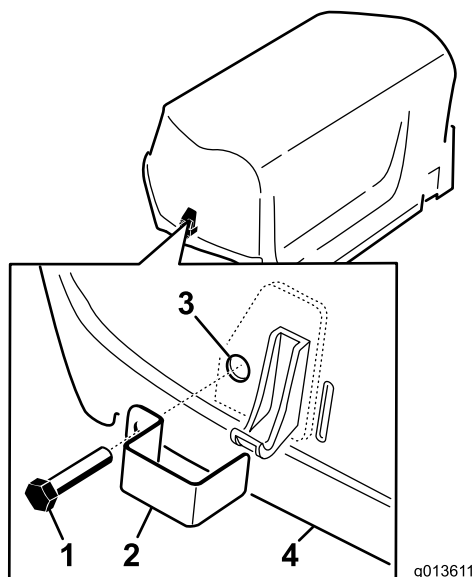

図 15
2. タップボルト合計 2 本で、フードラッチ 図 15 にラッチロックを取り付ける。